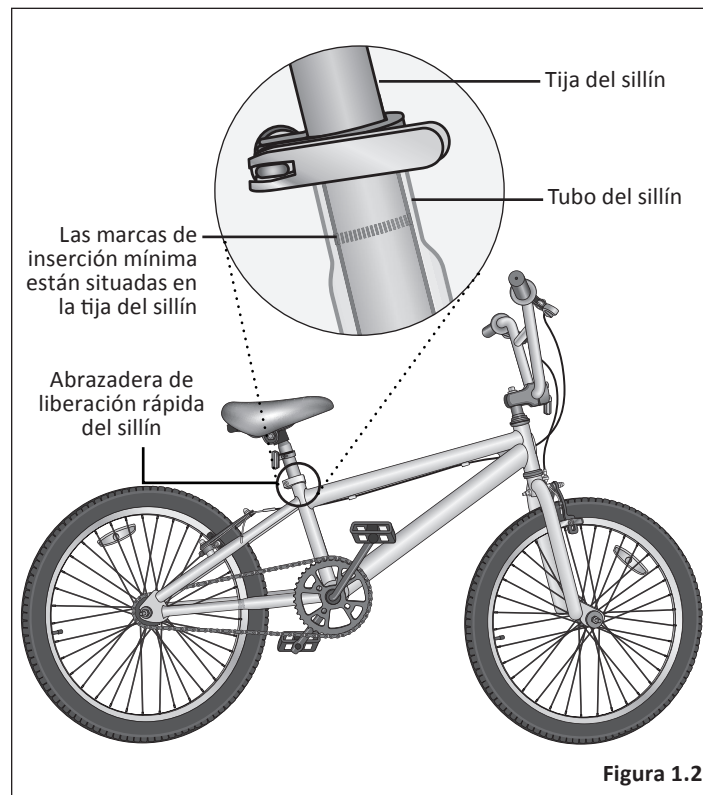

Figura 1.2
Asegúrese siempre de que la **marca de inserción mínima** de la tija del sillín esté por debajo de la abrazadera del sillín y que la abrazadera esté bloqueada en su sitio. **Figura 1.2**
- 1 Sus piernas deben estar casi completamente rectas cuando el pedal está en la posición más baja, con sólo una leve curva en la rodilla. **Figura 1.2**